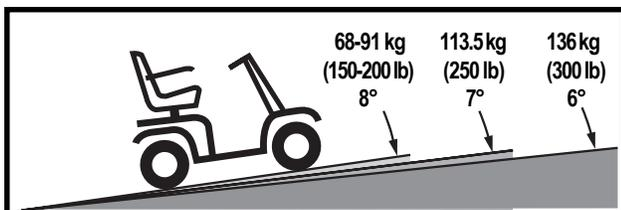

Figure 1. Inclinaison maximale recommandée (3 roues)
*MISE EN GARDE! Même si votre scooter possède la puissance motrice pour monter des pentes plus abruptes que celles illustrées à la figure 1, ne tentez jamais sous aucune considération, de monter une pente plus abrupte que celles présentées dans ce manuel sous peine de rendre votre scooter instable et d'entraîner un renversement causant des blessures et/ou dommages à votre scooter.*
Les rampes d'accès pour handicapés des édifices publics dans les pays étrangers ne sont pas toutes soumises aux règlements gouvernementaux relatifs à l'inclinaison et ne sont donc pas nécessairement très sûres. Des pentes naturelles et/ou construites de main d'homme, n'ont pas toutes été conçues spécifiquement pour des scooters. La figure 1 illustre les capacités et la stabilité de votre scooter dans différentes conditions de poids et d'inclinaison.